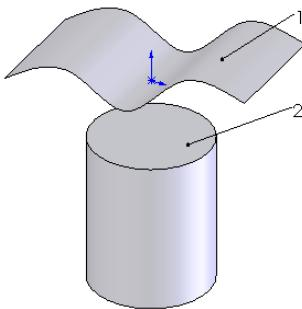
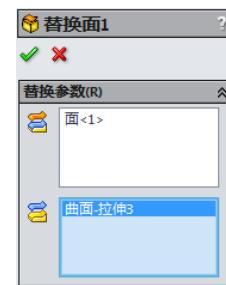

图 6-67 待生成替换的图形
图 6-68 “替换面”属性管理器
**【例 6-21】**下面将以图 6-67 为例说明该替换面的操作步骤。
- 03 设置替换面属性管理器。在属性管理器的“替换的目标面”一栏中，选择图 6-67 中的面 2；在“替换曲面”一栏中，选择图 6-67 中的曲面 1，此时属性管理器如图 6-68 所示。